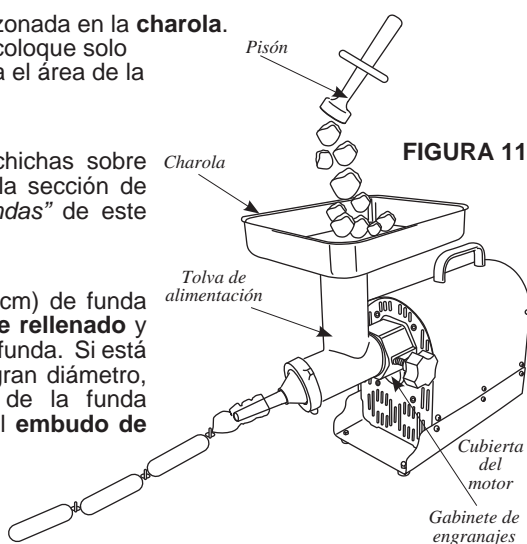

FIGURA 11
5. Deslice entre 4" y 6" (10-15 cm) de funda desde el extremo del **embudo de rellenado** y haga un nudo en el extremo de la funda. Si está utilizando una funda fibrosa de gran diámetro, mantenga el extremo cerrado de la funda firmemente contra el extremo del **embudo de rellenado** (Figura 11).